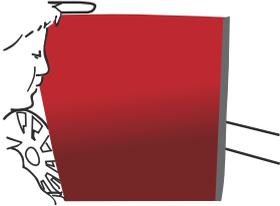

Abbildung 08
- › Das gesamte Abdeckpapier abziehen. (Abb. 08)